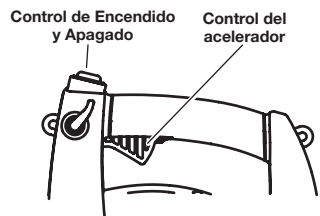

Fig. 8
NOTA: La unidad debe arrancarse en vacío. No apriete el gatillo hasta que el paso 8 (Fig. 8).
2. Oprima y mantenga oprimido el Control de encendido y apagado en la posición APAGADO (O) hasta que el motor se detenga por completo (Fig. 8).